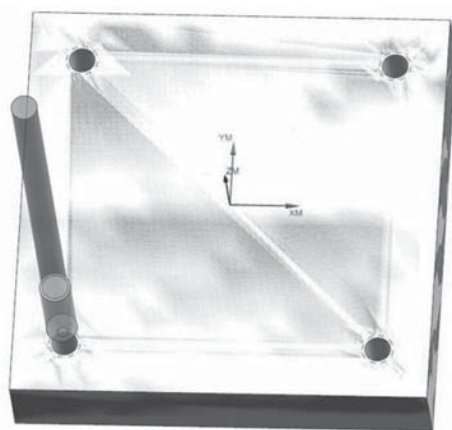

图 4-1-50 仿真加工
(5) 单击“操作”区域中的图标进行计算,再单击图标,进入“刀轨可视化”对话框。单击“3D 动态”图标进行 3D 仿真操作,把“动画速度”调整到 2,便于观察。单击图标进行仿真,如图 4-1-50 所示。确认无误后,单击两次“确定”按钮后完成工序创建。